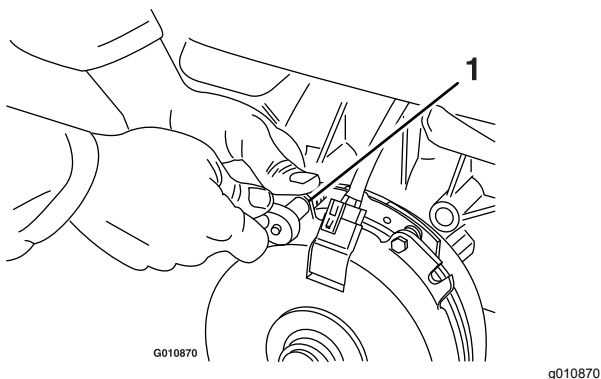

Figura 74
- A. Afloje ambos pernos de montaje del freno entre media y una vuelta, según se muestra en Figura 74.